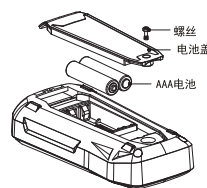
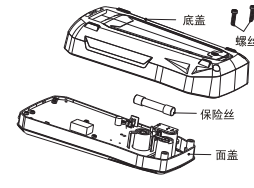

图4a
图4b
十. 保养和维护(见图4a)
3. 电池更换或保险管更换(见图4a和图4b)